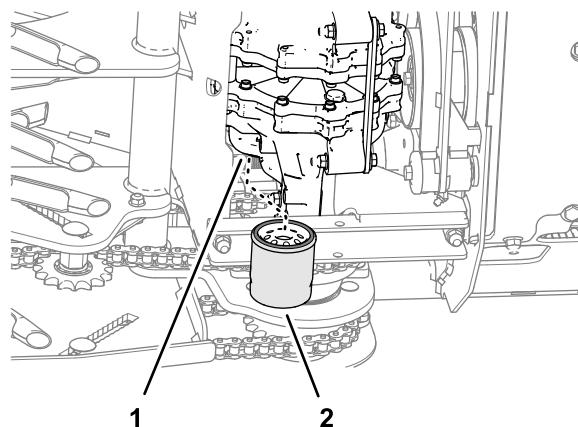

Figure 54
4. Localisez les deux filtres sous les transmissions (Figure 54).
- Déposez les filtres et vidangez le liquide du système d'entraînement (Figure 54).
- Vissez le filtre dans le sens horaire jusqu'à ce que le joint en caoutchouc rejoigne l'adaptateur, puis vissez-le encore de 2/3 à 3/4 de tour (Figure 54).